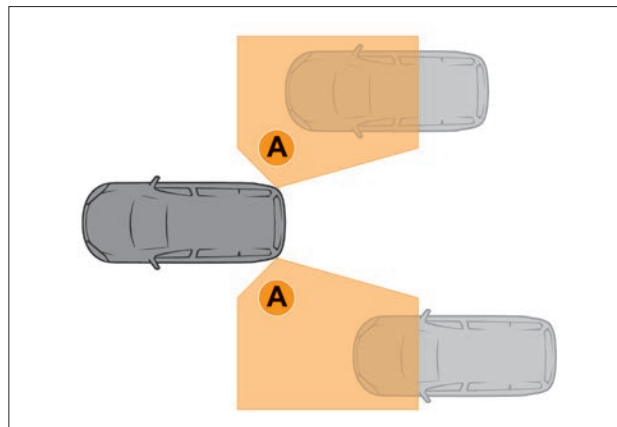

Рис. 5.16.2. «Слепые (невидимые для водителя) зоны»
В вариантном исполнении автомобиль оснащается системой контроля «слепых зон» (КСЗ). Система КСЗ предназначена для оповещения водителя о возможном столкновении с другими объектами (такими, как легковой автомобиль, мотоцикл, грузовой автомобиль, автобус) при помощи светодиодных индикаторов **1** в боковых зеркалах (рис. 5.16.1), если сам объект находится в «слепых зонах» **A** и его даже не видно в боковых зеркалах (рис. 5.16.2).
3. При включении сигнализатора поворота (левого или правого) и нахождении объекта детектирования в «слепой зоне» **А** (см. рис. 5.16.2) система КСЗ подаст визуальный предупреждающий сигнал: светодиодные индикаторы **1** (см. рис. 5.16.1) в боковых зеркалах будут мигать соответственно с левой или правой стороны.
4. При выключенном сигнализаторе поворота (левом или правом) и нахождении объекта детектирования в «слепой зоне» **А** (см. рис. 5.16.2) система КСЗ подаст визуальный предупреждающий сигнал: светодиодные индикаторы **1** (см. рис. 5.16.1) в боковых зеркалах будут непрерывно гореть соответственно с левой или правой стороны.